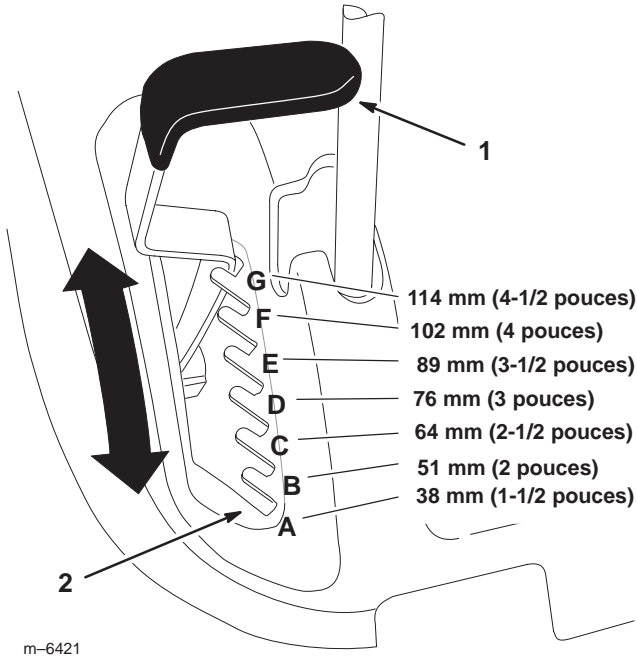

Figure 10
1. Relevez le levier de sélection de hauteur de coupe en position de transport (qui correspond aussi à la hauteur de coupe de 114 mm (4-1/2 pouces) (Fig. 10).
2. Pour régler la hauteur de coupe, tirez sur le levier de hauteur de coupe et sélectionnez la position souhaitée (Fig. 10).